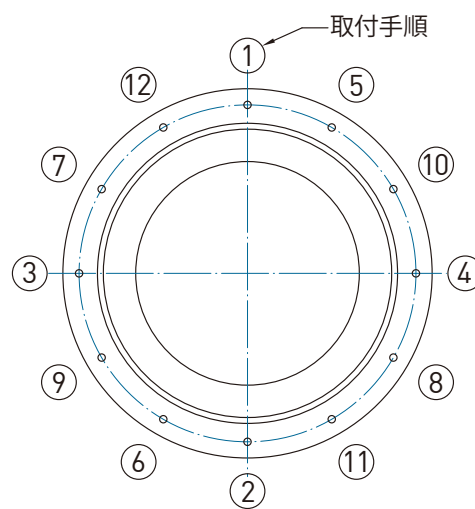

図 1
3. CRB の組付け手順 (フランジ穴がある場合): フランジを軸受に設置し、ねじ穴を合わせて図 1 の順番通りに対角線に仮締め、本締めの 2 段階で締付けてください。一度にきつく締付け過ぎると不具合の原因となりますのでご注意ください。